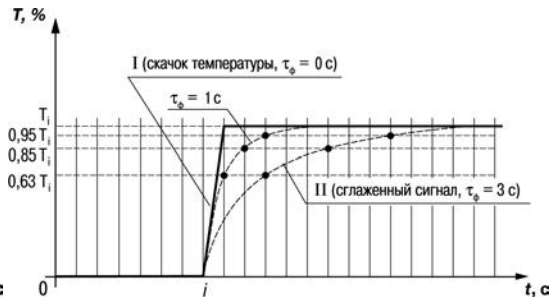

Рисунок 3.5
3.1.4.4.3 Цифровой фильтр устраняет шумовые составляющие сигнала, осуществляя его экспоненциальное сглаживание. Основной характеристикой экспоненциального фильтра является τ_f – постоянная времени цифрового фильтра, параметр $\bar{c}nF1$ ($\bar{c}nF2$) – интервал, в течение которого сигнал достигает 0,63 от значения каждого измерения T_i (рисунок 3.5).